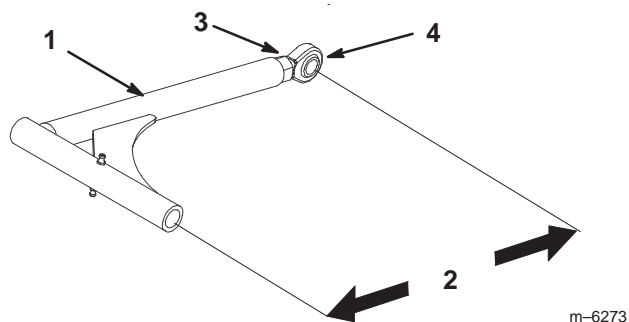

Figure 71
9. Si la poulie de renvoi fixe touche l'extrémité de la fente de réglage et si la courroie a besoin d'être tendue davantage, il est possible de modifier légèrement la longueur des bras de poussée (Fig. 71).